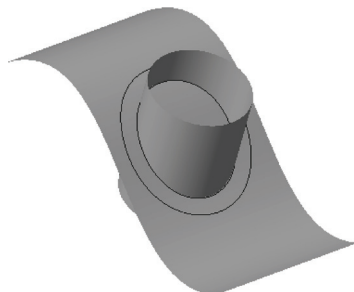

图 9-65 偏移线条
STEP 04 单击“完成”按钮,即可偏移线条,效果如图9-65所示。